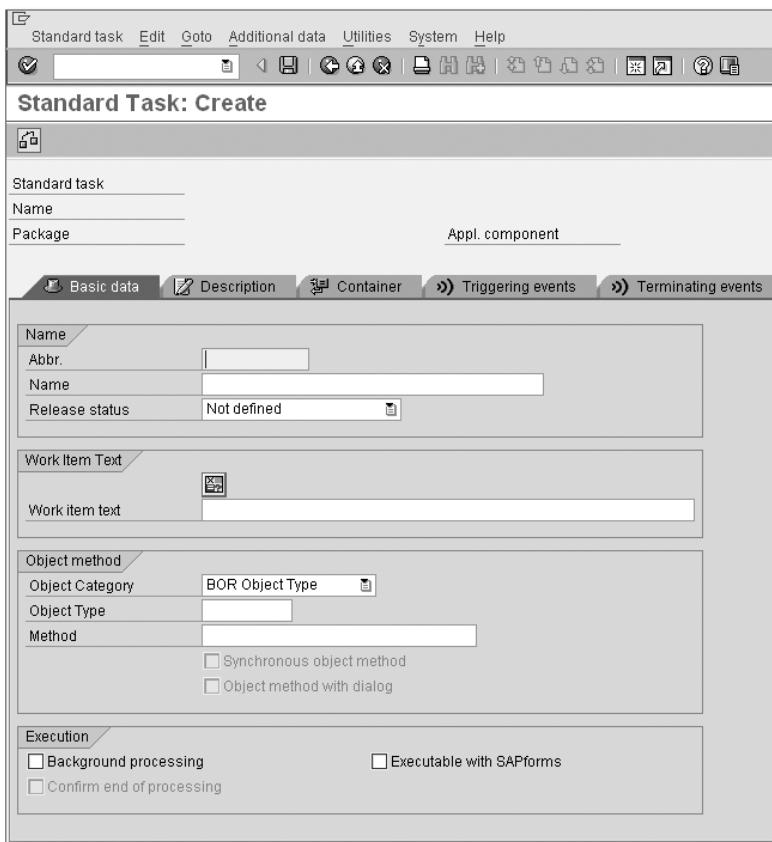

Abbildung 8.6 Anlegen einer neuen Standardaufgabe (TS-Aufgabe)
Bevor wir eine Aufgabe zum Anzeigen eines Geschäftspartners anlegen, sollen zunächst die verfügbaren Optionen erläutert werden, wenn Sie eine Aufgabe erstellen. Abbildung 8.6 zeigt die verfügbaren Felder beim Anlegen einer neuen Aufgabe. Für jede Aufgabe müssen zwei wichtige Fragen beantwortet werden:
Bedenken Sie bei unserer Beschreibung der Optionen in Abbildung 8.6, dass diese beiden Fragen stets für eine Aufgabe beantwortet werden müssen:
- ▶ Um die Frage nach dem Benutzer zu beantworten, der die Aufgabe ausführen darf, wählen Sie innerhalb des in Abbildung 8.6 gezeigten Fensters den Menüpfad ZUSATZDATEN • BEARBEITERZUORDNUNG • PFLEGEN. Sie ordnen sämtliche Bearbeiter zu, die diese Aufgabe potenziell ausführen dürfen. (Auf das Thema Bearbeiter wird in Kapitel 5, »Bearbeiter«, und in Kapitel 12, »Regeln zur Bearbeiterermittlung«, im Detail eingegangen.) Wenn über die Aufgabe z. B. ein Geschäftspartner angezeigt wird, müssen Sie sämtliche Benutzer ermitteln, die potenziell einen Geschäftspartner anzeigen müssen (oder eine Bestellanforderung genehmigen bzw. Reisekosten eingeben müssen). Die Frage nach den möglichen Benutzern muss hier so allgemein beantwortet werden wie möglich. In unseren Beispielen legen wir eine Aufgabe normalerweise als generelle Aufgabe fest, sodass jeder Benutzer ein möglicher Bearbeiter ist. Um eine Aufgabe als generelle Aufgabe festzulegen, wählen Sie ATTRIBUTE • GENERELLE AUFGABE.
Neben den Feldern in Abbildung 8.6 sind die folgenden Registerkarten verfügbar: